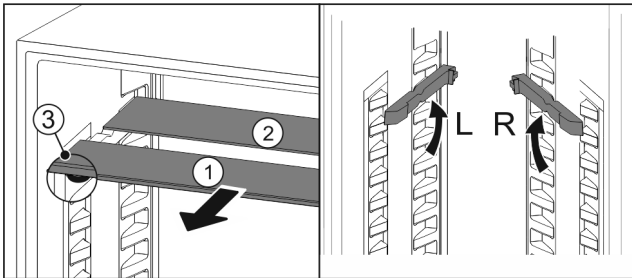

Fig. 159
- ▶ По одной извлеките Fig. 159 (1) стеклянные панели движением вперед.
- ▶ Стеклянная панель Fig. 159 (1) с декоративной планкой лежит спереди.
- ▶ Стопоры Fig. 159 (3) показывают вниз.